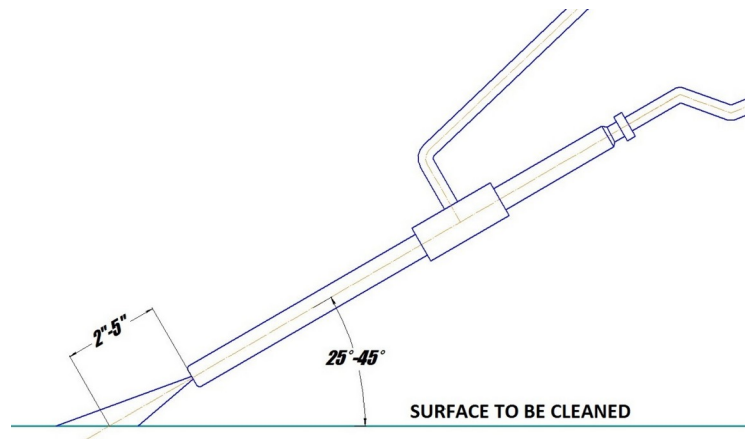

Figura 5.2 - Posição da lança para melhores resultados de limpeza
Assim que a unidade hidráulica estiver operacional e o jato de água estiver fluindo da lança, o operador do ROV deve encontrar a distância mais eficaz entre o bico da lança e a superfície a ser limpa. (Veja a Figura 5.2)
2. A técnica de operação mais eficiente é manter o bico a 2-5 polegadas (5-12 cm) de distância da superfície a ser limpa e em um ângulo de 25 a 45 graus em relação à superfície a ser limpa (consulte a Figura 5.2). O operador do ROV precisa observar a forma do jato cone em cavitação. Em profundidades maiores, a pressão ambiente mais alta fará com que o cone do jato seja mais curto. A zona mais larga do cone é a parte mais eficiente do jato de cavitação. Colocar o bico a menos de 2 polegadas (5 cm) da superfície que está sendo limpa não permitirá um desempenho de cavitação eficiente e degradará a capacidade de limpeza do sistema CaviBlaster.